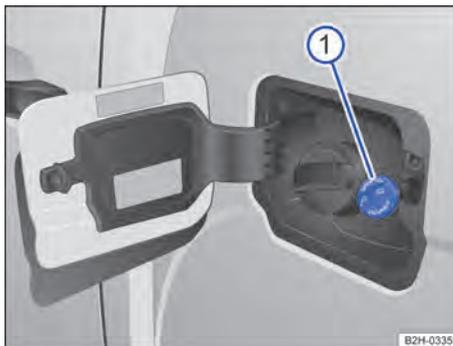

Fig. 136 Atrás da portinhola do tanque: tampa do bocal de abastecimento de AdBlue.
O bocal de abastecimento de AdBlue® se encontra atrás da portinhola do tanque, ao lado do bocal de abastecimento de combustível → Fig. 136 ①.